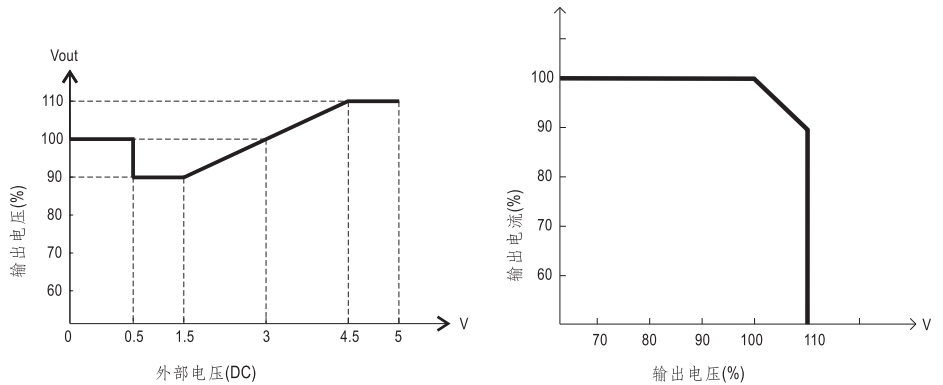

图3.2:输出电压调整
(2)通过图3.2方式:输出电压可在额定输出电压90~110%(Typ.)范围内调节,当输出电压调高时须降低输出电流